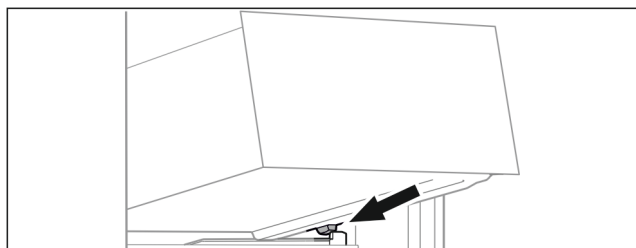

Fig. 69
- Założyć szufladę pod skosem za stoperami na żebro pojemnika. (patrz Fig. 69)